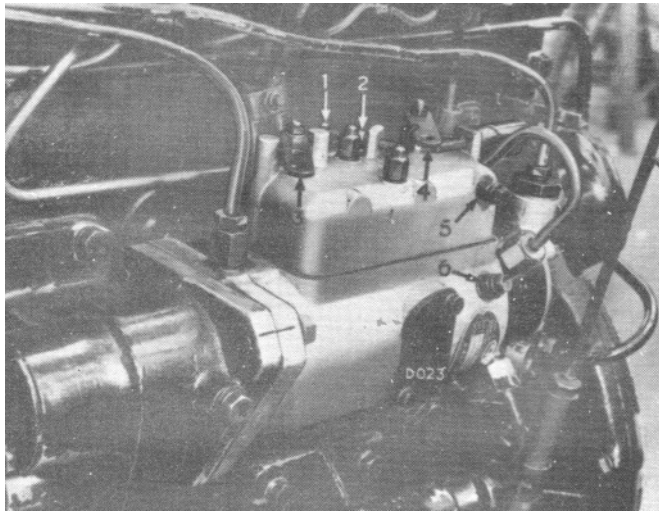

Fig. 68
3. Enlever la vis hexagonale (5 - Fig. 68) sur le côté de la pompe d'injection. Actionner le levier _ main de la pompe d'alimentation jusqu'à écoulement du combustible par le trou de la pompe. Poser un doigt sur le trou jusqu'à ce que l'on perçoive une légère pression ; retirer alors rapidement le doigt. Répéter cette opération deux fois ; continuer à actionner le levier de la pompe d'alimentation jusqu'à ce que le combustible s'écoule exempt de bulles d'air. Remettre la rondelle cuivre et bloquer la vis.
4. Desserrer les raccords sur au moins deux injecteurs. Assurez-vous que le levier de stop (3) est en position de marche. Mettre l'accélérateur en grand (4) et faire tourner le moteur au démarreur jusqu'à écoulement du liquide par les raccords d'injecteurs. Si le moteur démarrait pendant cette opération, agir sur le stop ; resserrer les raccords.
5. Mettre en marche le moteur. Enlever la vis de purge (6 - Fig. 68) jusqu'à ce que le combustible s'écoule exempt de bulles d'air. Remettre la rondelle joint et bloquer la vis.
5. Rebloquer le raccord. Régler du ralenti (Fig. 68)